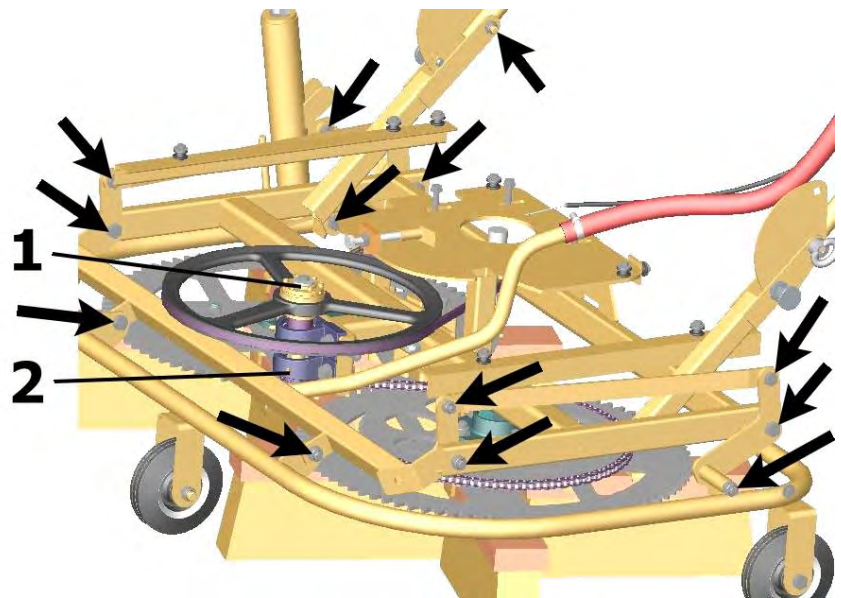

Bild 2
- Befestigungsschrauben bei beweglichen Teilen nicht zu fest nachziehen. (Siehe Pfeile ↙ ↘ in Bild 2)
Rutschkupplung (siehe Pos. (1) in **Bild 2**) dient als Überlastsicherung und sollte bei Störungen (Durchdrehen der Rutschkupplung (1) während des Betriebes) nachgezogen werden (siehe beiliegende Montageanleitung RUFLEX). **Drehmoment 25 Nm** (Ruflex 011TF).
Halbjährlich ist die Rutschkupplung über Schmiernippel (siehe Pos. (2) in **Bild 2**) mit Fett nachfüllen.